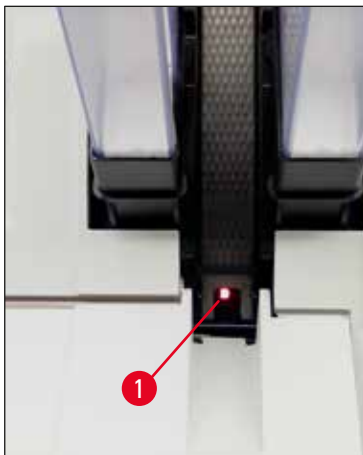

Рис. 49
- Станция загрузки (→ "Рис. 49")